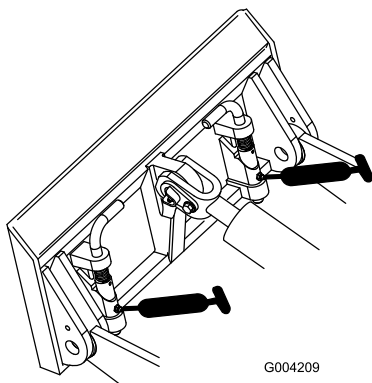

Figura 19
4. Collegate un ingrassatore a pressione a ciascun ingrassatore (Figura 18 e Figura 19).